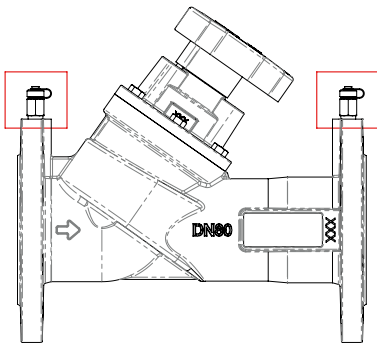

FIG.2A
- Le prese di pressione sono auto-sigillanti. Svitare il cappuccio della presa di pressione e inserire la sonda (fig. 2A). Avvitare la ghiera filettata della sonda al terminale della presa di pressione (fig. 2B).
- Si raccomanda di inserire una valvola di intercettazione (S) a monte della sonda.
- Pressure test plugs are self-sealing. Unscrew pressure test plug cap and insert the probe. (fig. 2A). Screw the probe ring nut to the pressure tet plug (fig. 2B).
- Les prises de pression sont auto-obturantes. Dévisser le capuchon de la prise de pression et introduire la sonde (fig. 2A). Visser la bague filetée de la sonde à l'extrémité de la prise de pression (fig. 2B).
- Il est conseillé d'insérer une vanne d'arrêt (S) en amont de la sonde.